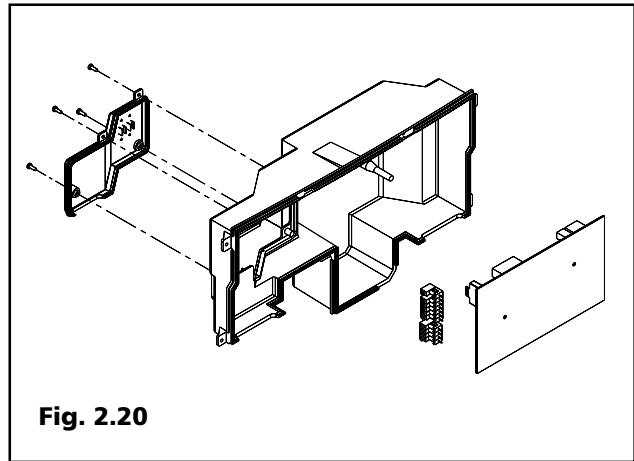

Fig. 2.20
2.13 Alimentatore caldaia (MC12 N3 SUP.) (Fig. 2.20)